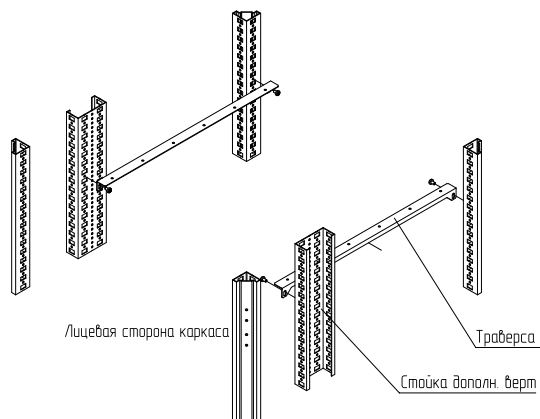

Рисунок 2
4.1.2 Закрепить траверсы на стойках с помощью винтов М6х10 (рисунок 2). Момент затяжки – 7 Н·м.